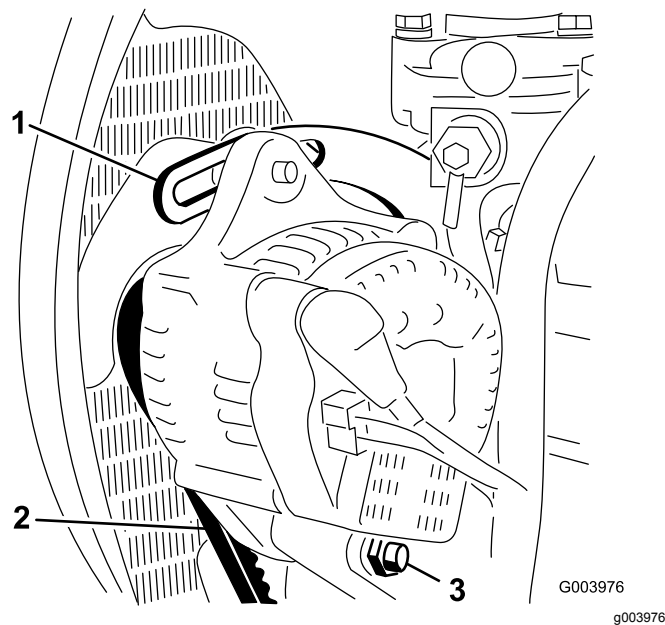

図 56
2. オルタネータ側プーリとクランクシャフト側プーリ間の中央部でオルタネータベルト(図 56)を指で10 kg程度の力で押してベルトの張りを点検する。
4. ブレースをエンジンに固定しているボルト 図 56と、オルタネータをブレースとピボットボルトに固定しているボルトをゆるめる。